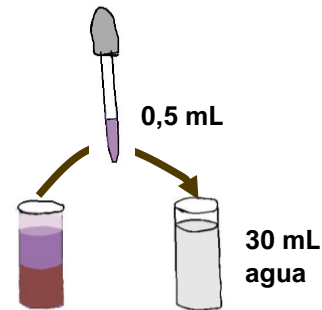

Figure 3. Transférez 0,5 ml de la solution échantillon violette dans 30 ml d'eau propre. Répétez l'opération pour la solution brute sans réagir avec le sol.
6. Au bout de 10 minutes, prélever 0,5 mL de solution avec le compte-gouttes du tube contenant le permanganate et la terre, le plus précisément possible (Fig. 3). Ajoutez-le au tube avec 30 ml d'eau pour diluer la couleur pour la lecture avec le colorimètre. Rincez le compte-gouttes en aspirant et en libérant de l'eau plusieurs fois, pour vous assurer que toute la couleur est transférée dans le tube avec de l'eau.